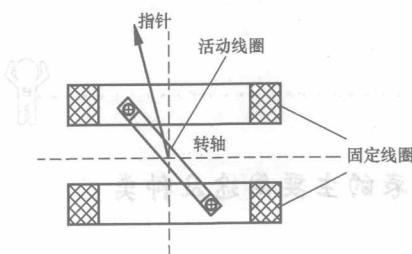

图 1-4 电动式仪表测量机构
(1) 结构。电动式仪表的测量机构如图 1-4 所示，主要由固定线圈、活动线圈、转轴、游丝等构成。
(2) 工作原理。当被测电流通过固定线圈和活动线圈时，在两线圈所